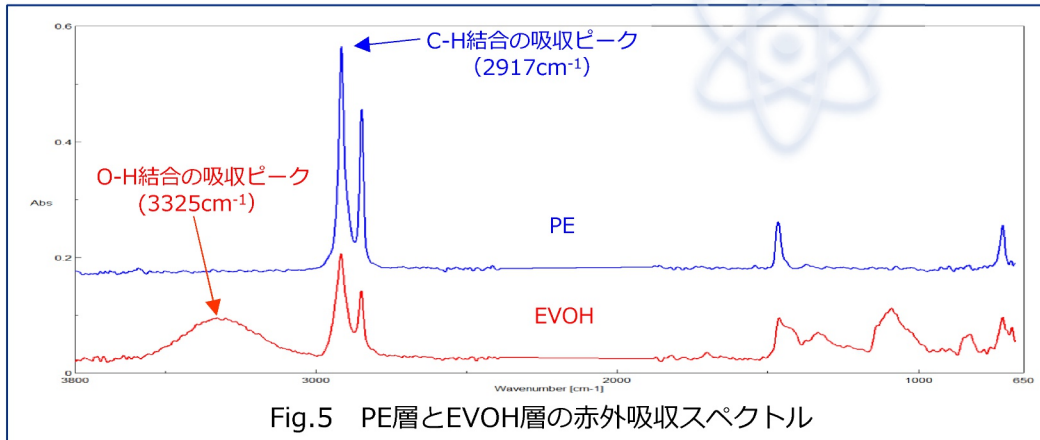
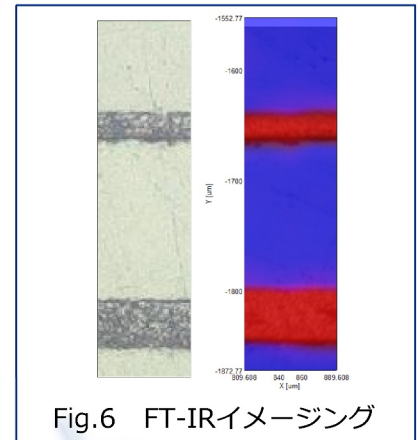

Fig.5 PE層とEVOH層の赤外吸収スペクトル
Fig.6 FT-IRイメージング
■ PEの赤外吸収スペクトルでは、PEの特徴である 2917cm^{-1} のC-H伸縮振動の吸収ピークが一番高くなっています (Fig.5の青)。一方、EVOHの赤外吸収スペクトルではPEにはみられないO-H伸縮振動の吸収ピークが 3325cm^{-1} に検出されています (Fig.5の赤)。これらのピークをもとにFT-IRイメージング分析を行いました (Fig.6)。青い部分がPE層 (2917cm^{-1} のピーク)、赤い部分がEVOH層 (3325cm^{-1} のピーク)に該当します。